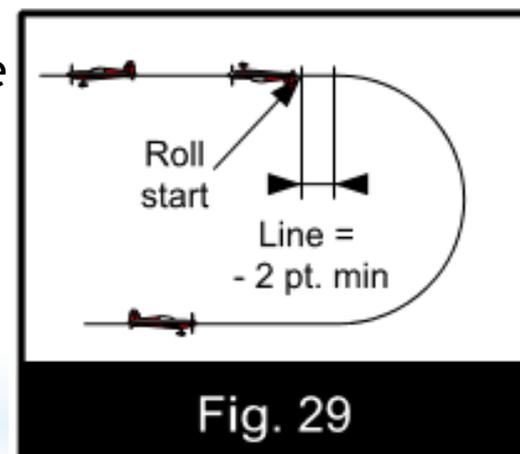

Fig. 29
- Encore une fois, réaliser une ligne droite sera sanctionné d'une déduction d'au moins deux (2) point en fonction de la longueur de la ligne droite réalisée (Fig. 29).